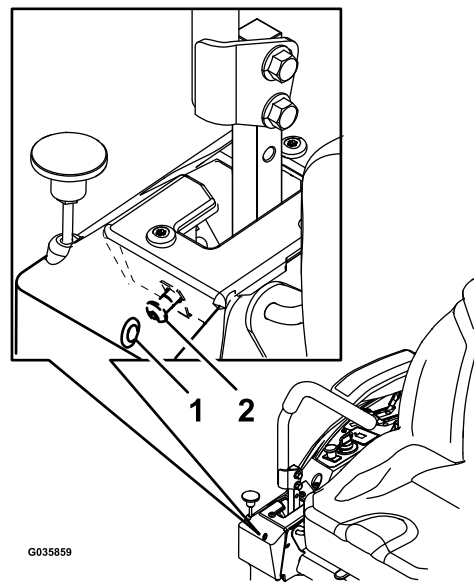

Figura 49
6. Si la máquina se desvía hacia la derecha, inserte una llave hexagonal de 3/16" a través del taladro de acceso en el panel de la cubierta delantera derecha, y gire el tornillo de dirección en el sentido de las agujas del reloj o en sentido contrario a las agujas del reloj para ajustar el desplazamiento de la palanca (Figura 49).
7. Si la máquina se desvía hacia la izquierda, inserte una llave hexagonal de 3/16" a través del taladro de acceso en el panel de la cubierta delantera derecha, y gire el tornillo de dirección en el sentido de las agujas del reloj o en sentido contrario a las agujas del reloj para ajustar el desplazamiento de la palanca (Figura 49).